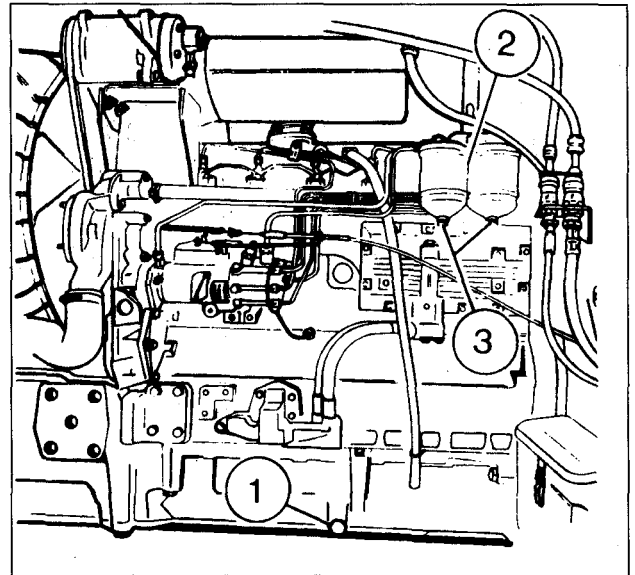

Fig. 6 (M-F 3635 - 3645 - 3655).
– (Fig. 6, M-F 3635 - 3645 - 3655):